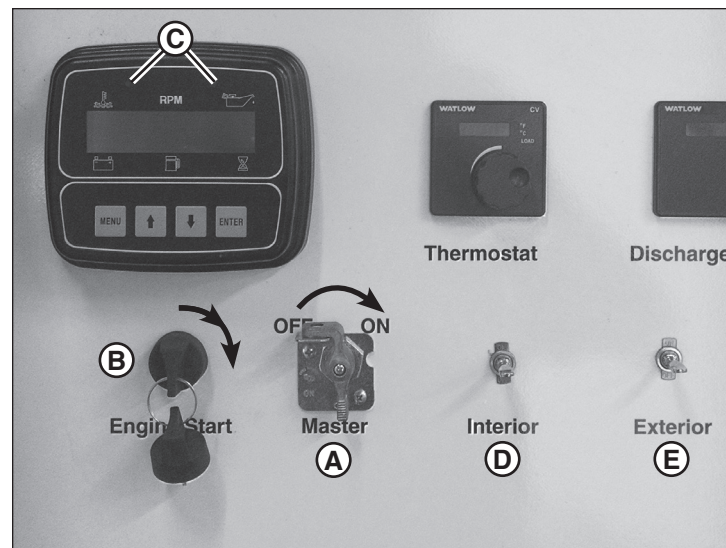

Figura 17
2. Mueva el interruptor Master (Principal) (A, Figura 17) a la posición ON (Encendido).
**NOTA:** Girar el interruptor Master a la posición ON proporciona energía al interruptor de la luz interior (D) y al interruptor de la luz exterior (E).
3. Mueva el interruptor de llave parada (B, Figura 17) a la posición MARCHA. Se encenderán las luces indicadoras de la bujía incandescente (C) en el centro de control y monitoreo del motor. Espere que las luces se apaguen (aproximadamente 15 segundos).